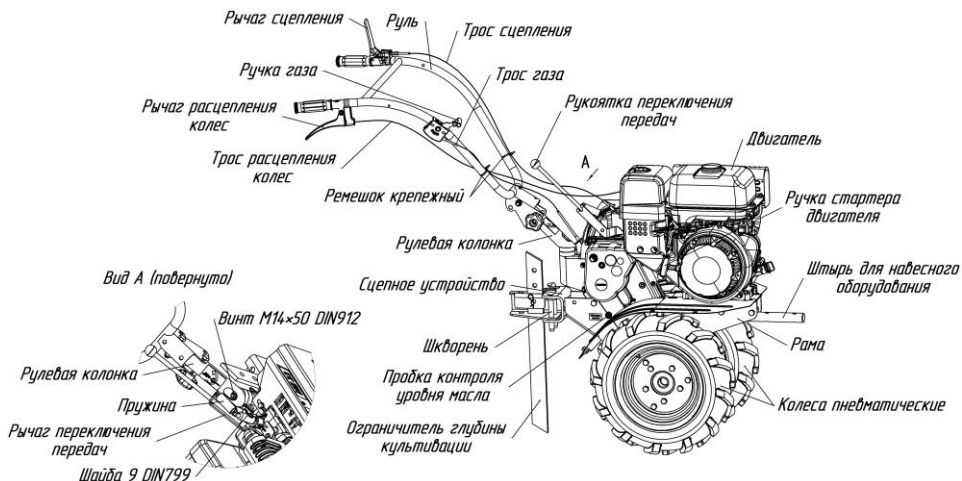

Рис.1. Общий вид мотоблока (вид справа)
МБ23 (рис.1, 2, 3, 4) – это одноосный универсальный силовой агрегат, предназначенный для работы как с устройствами, входящими в штатную комплектацию, так и с различными сменными орудиями, и состоящий из:
**Рукоятка переключения передач** (рис.1, 5, 12) расположена на редукторе и выведена в сторону оператора.
**Ручка газа** (рис.1, 2, 3, 6) – расположена на правой рукоятке руля, предназначена для управления положением дроссельной заслонки двигателя и его остановки.
**Рычаг сцепления** (рис.1, 2, 3, 7) – расположена на левой рукоятке руля, предназначена для включения/выключения сцепления.
**Рычаг расцепления колес** (рис.1, 2, 3, 8) – расположен на правой рукоятке руля, предназначен для отключения привода левого колеса.
- остановить мотоблок, отпустив рычаг сцепления (рис.1, 2);
- нажать на рычаг расцепления колес (рис.1, 2);